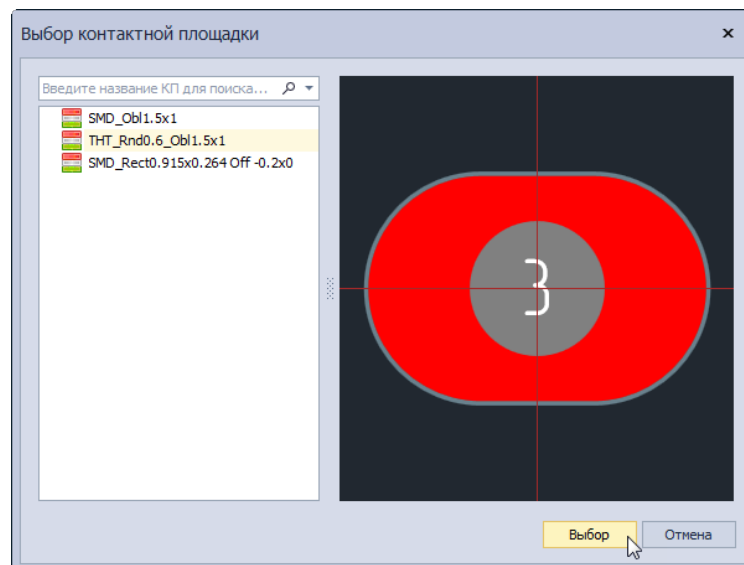

Рис. 101 Окно «Выбор контактной площадки»
- Выберите нужную контактную площадку в окне «Выбор контактной площадки» и нажмите кнопку «Выбор», см. Рис. 101. Для поиска нужной контактной площадки можно ввести символы в поисковую строку, расположенную над списком доступных контактных площадок.